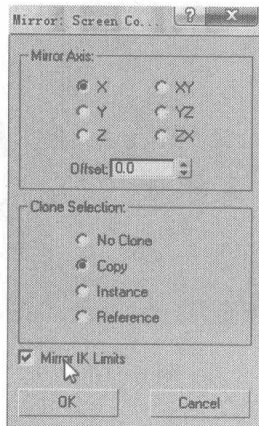
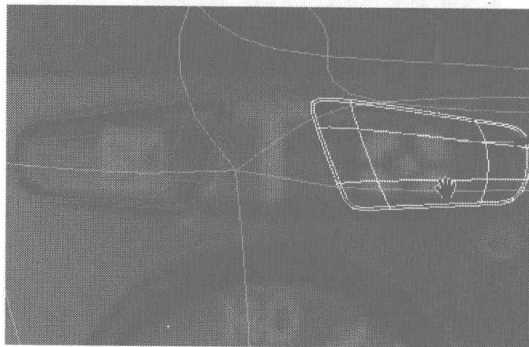

图 6.110
图 6.111
- 06 选择该按钮，在工具栏中单击  按钮，在弹出的对话框中设置镜像参数，如图 6.110 所示，将按钮镜像复制，并在 Top 视图中将镜像的按钮沿 X 轴向右移动，如图 6.111 所示。